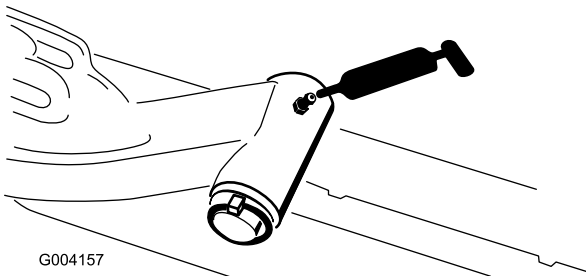

Bild 33
- Hubarmgelenkwelle (1 Stück) (Bild 33)